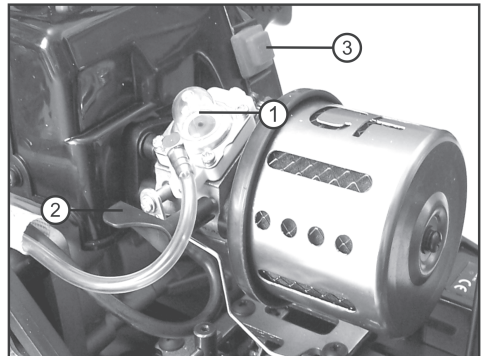

Bild 4
Zum Starten verfügt der Vergaser über eine manuelle Pumpe, mit der der Kraftstoff in den Vergaser befördert wird. Diese manuelle Pumpe besteht aus einer transparenten Gummi-Kalotte (Bild 4, Pos. 1), die so gleichzeitig als Schauglas zur Sichtkontrolle der Kraftstoffzufuhr zum Vergaser dient.
- Schließen Sie die Choke-Klappe (siehe Bild 4, Pos. 2), in dem Sie den Hebel nach unten schieben.
In Bild 4, Pos. 3 ist auch der Taster für „Motor aus“ zu sehen.
- Nachdem das Fahrzeug still steht, betätigen Sie den roten Taster am Motorblock oberhalb vom Seitzugstarter (siehe auch Bild 4, Pos. 3) und schalten hiermit den Motor ab.